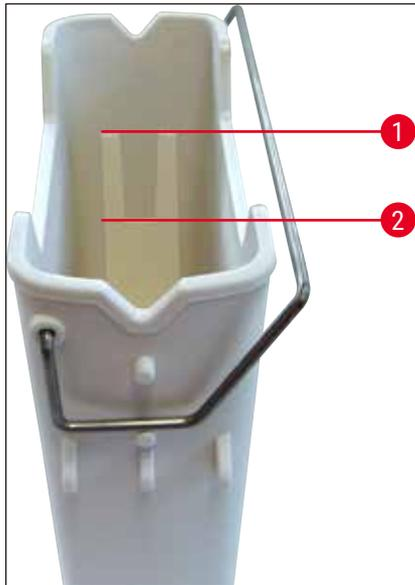
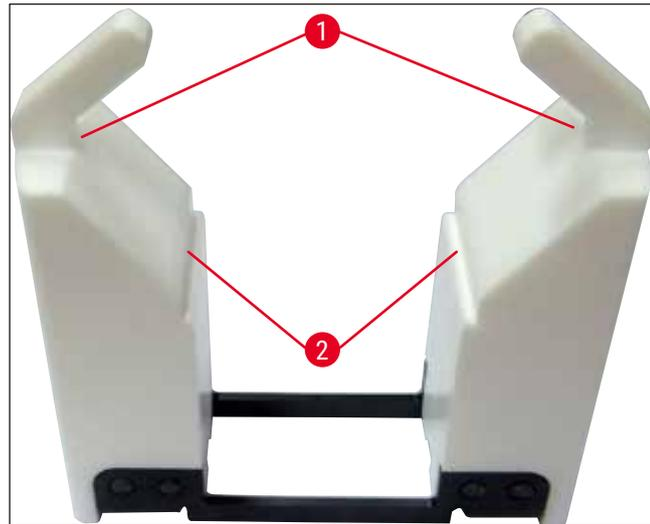

図66
図67
試薬容器にハンドルが正しく取り付けられているか確認します。必要に応じて、(→「図 66」) に従い、ハンドルを締め付けます。
- 充填する場合は、どのタイプの試薬容器でも、試薬容器内部の充填レベルのマークを守ってください (→「図66」) (→「図67」)。
- 試薬容量を減らすために、特殊染色用インサート (→「図67」) を試薬容器内で使用する場合は、まず最初にこれらを試薬容器に挿入してから、少なくとも MIN 充填レベル (→「図67-2」) を上回り、MAX 充填レベル (→「図67-1」) を越えないように試薬を充填してください。